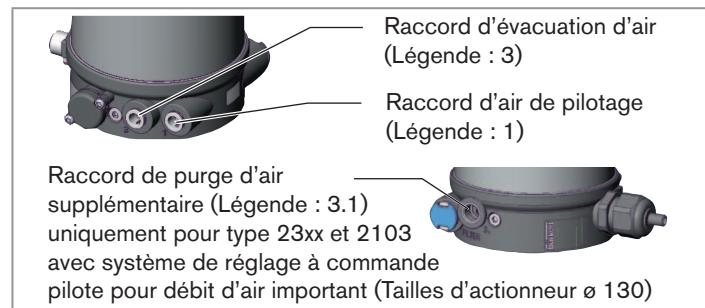

Fig. 8 : Raccordement pneumatique
- Raccorder le fluide de commande au raccord d'air de pilotage (1) (3 ... 7 bars ; air d'instrument, exempt d'huile, d'eau et de poussières).
- Monter la conduite d'évacuation d'air ou un silencieux sur le raccord d'évacuation d'air (3) sur le raccord d'évacuation d'air (3.1) si disponible (voir Fig. 8 : Raccordement pneumatique).